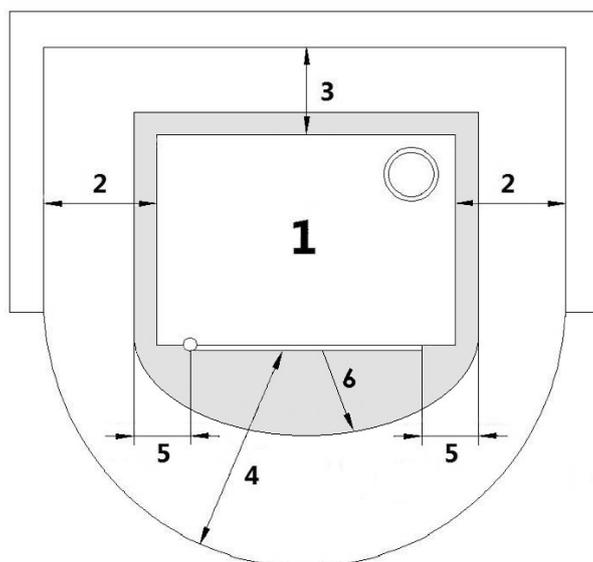

Fig. 13 - Instalación genérica
LEYENDA	Fig. 13
- Para las normas de seguridad contra incendios hay que respetar las distancias de objetos inflamables o sensibles al calor (sofas, muebles, revestimientos de madera, etc...) como **Fig. 13**.
- Si el suelo está constituido por material inflamable, hay que realizar una protección (placa de acero, refractario, marmol...) en material no inflamable. Para las dimensiones de la protección véase **Fig. 13**.